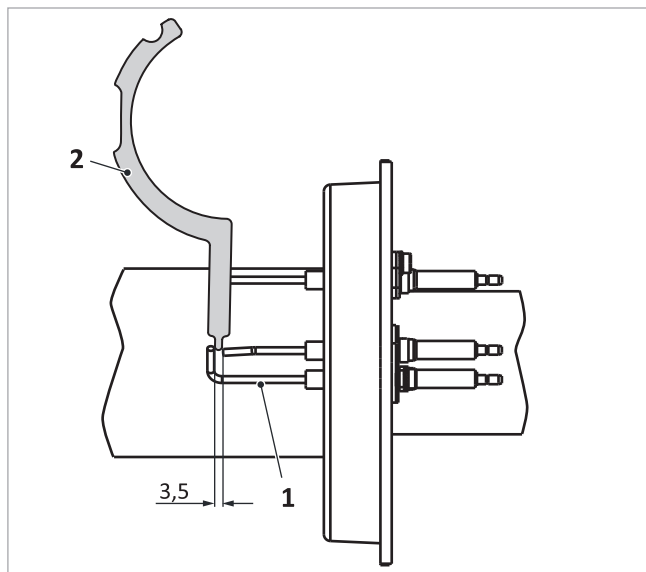

Fig. 143: distanza tra elettrodi e massa dell'elettrodo di accensione
1. Verificare le distanze dell'elettrodo di ionizzazione con l'ausilio del calibro per elettrodi → fig. 143 (2) (eventualmente correggere piegando con attenzione).
- elettrodi tra loro → fig. 143 (1): 3,5 mm